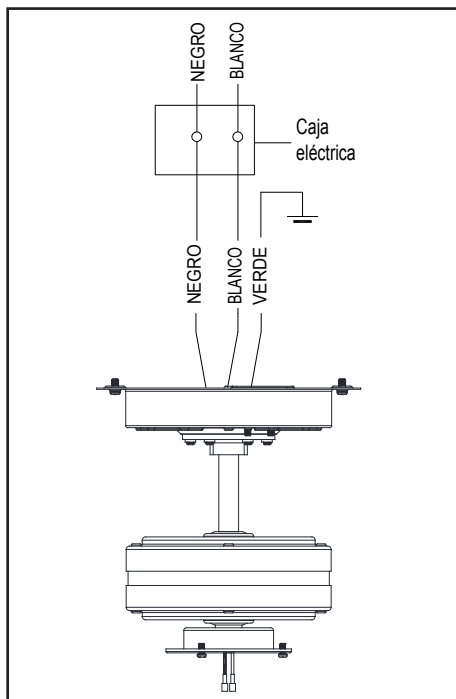

Figura 8
1. Conecta el conductor de tierra del suministro de 120 V (puede ser un cable pelado o un cable con aislante verde) al cable verde del soporte del motor utilizando una tuerca de plástico para conectar cables. (Figura 8)
2. Conecta el cable blanco del motor del ventilador al cable blanco del hogar utilizando una tuerca de plástico para conectar cables. (Figura 8)
3. Conecta el cable negro del motor del ventilador al cable negro del hogar utilizando una tuerca de plástico para conectar cables. (Figura 8)